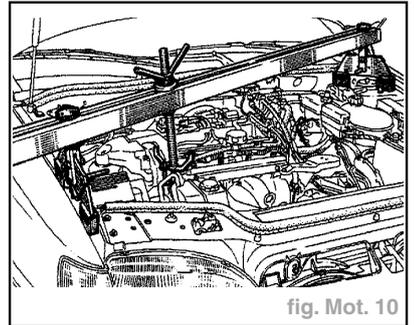

fig. Mot. 10
- Mettre en place l'outil de maintien moteur (fig. Mot. 10).